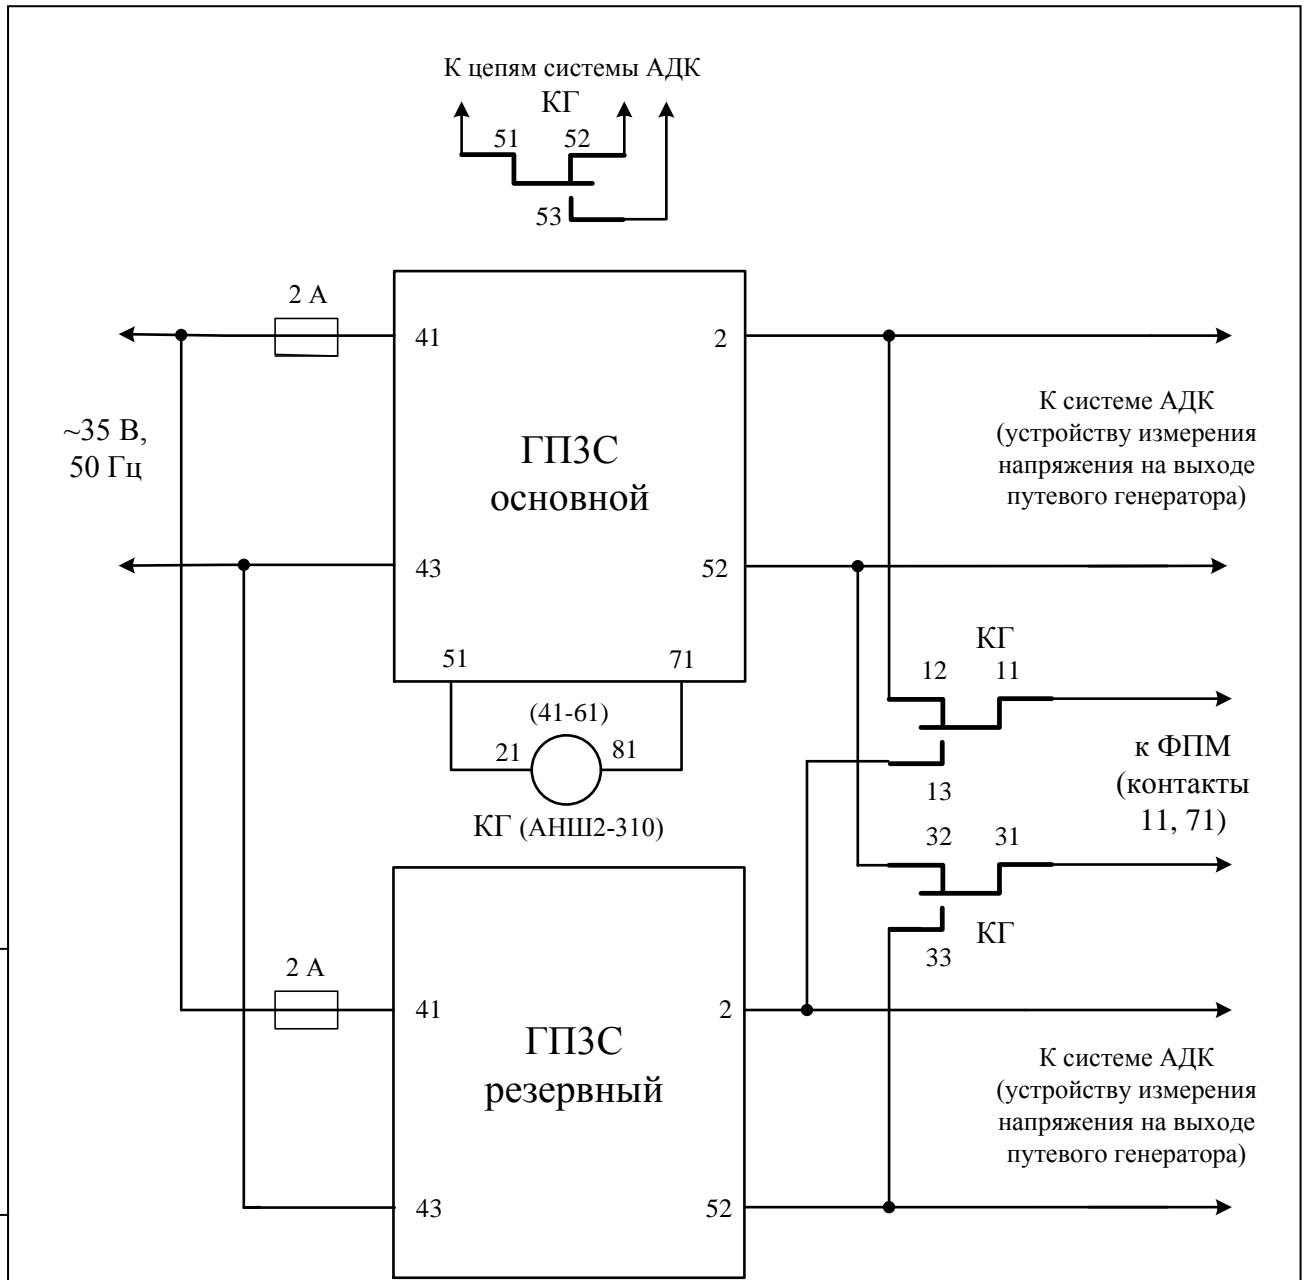

Рис.1 – Схема включения генератора ГПС
2.2 Включение **генераторов** ГПЗС осуществляется по схеме с резервированием, представленной на рис.1.